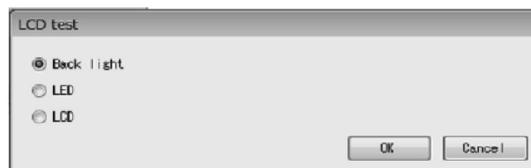

図109
- ① メニューの「Diagnosis/Service(T)」>「Test/Status」>「Self diagnosis」>「LCD test」をクリックします。
② 次のウィンドウ(図109)が表示されます。ここではLCDテストを行います。